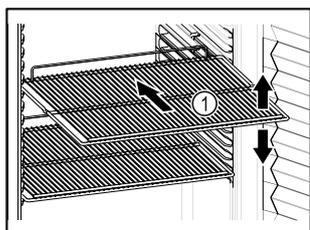

Fig. 59 例图
- 如果存放格栅 Fig. 59 (I)可移动，则根据高度进行调整。